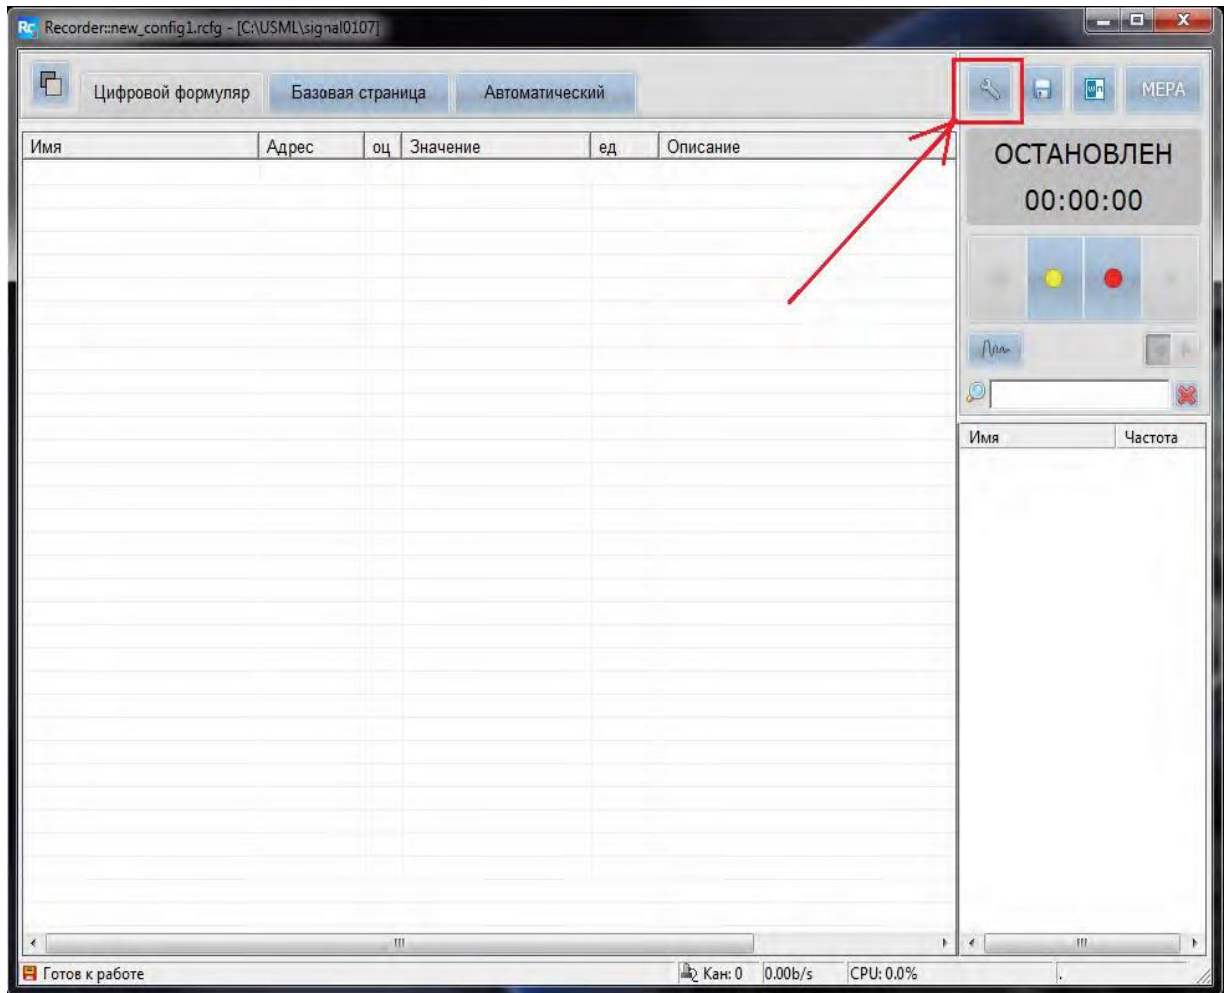
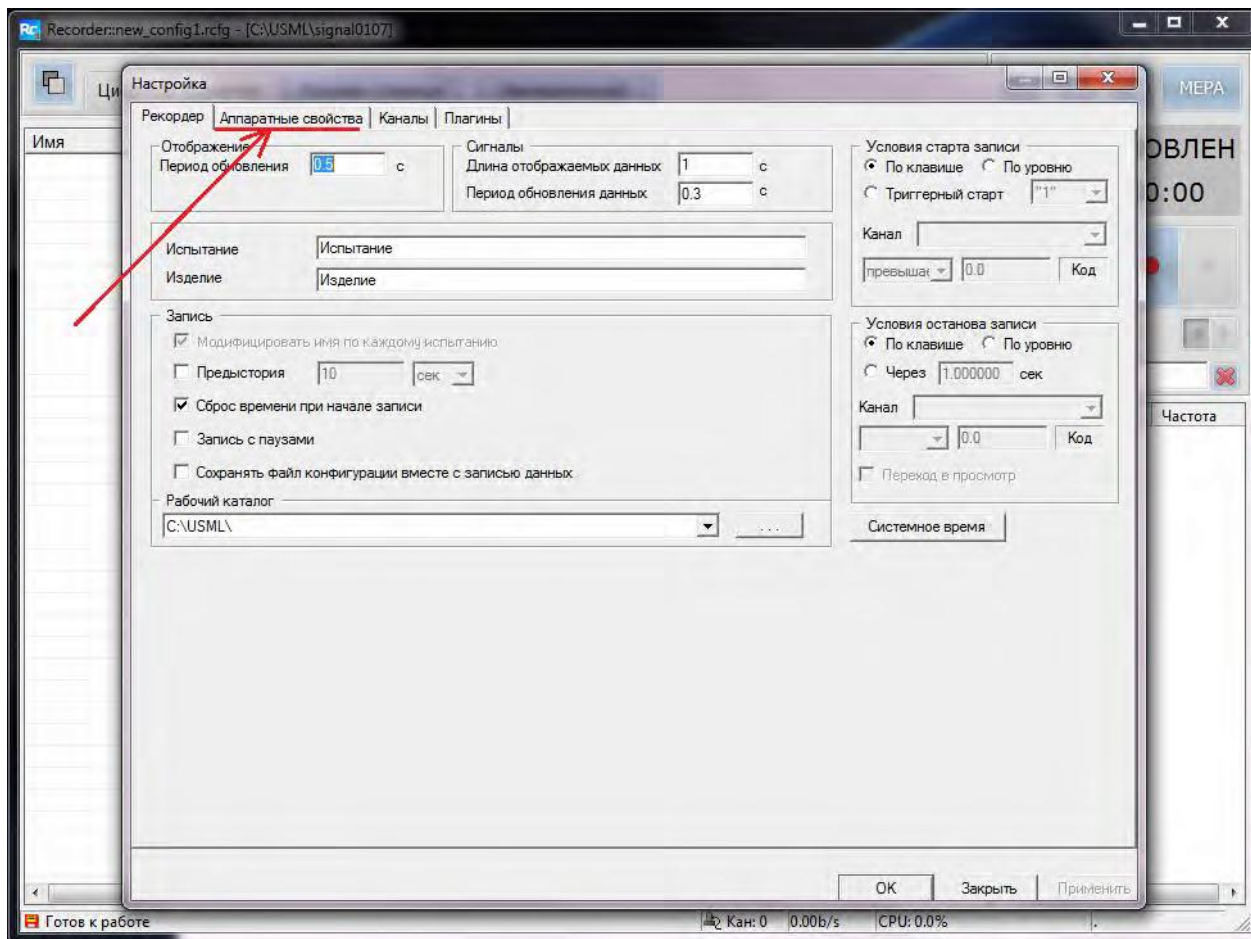

Рисунок 16 - Главное окно просмотра программы «Recorder»
Рисунок 17 - Переход на вкладку «Аппаратные свойства»
2.3.1.2 Для входа в режим настройки ПО «Recorder» нажмите кнопку  на панели управления в главном окне программы (рисунок 16). В открывшемся диалоговом окне «Настройка» перейти на вкладку «Аппаратные свойства» (см. рисунок 17).